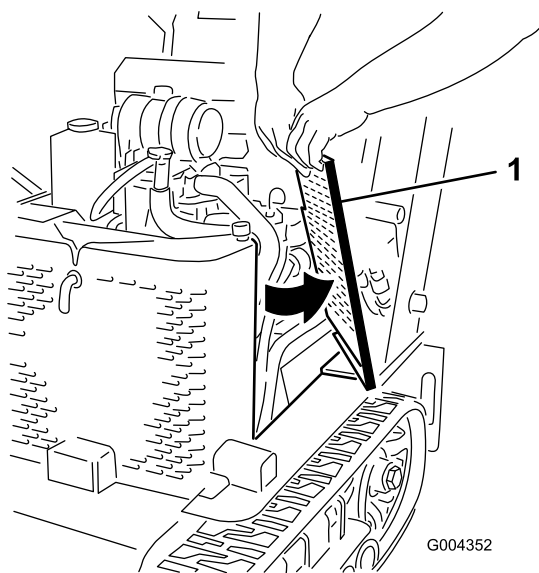

Figura 29
2. Deslice las rejillas laterales (Figura 29) hacia arriba y retírelas de las ranuras de la rejilla delantera y del bastidor.